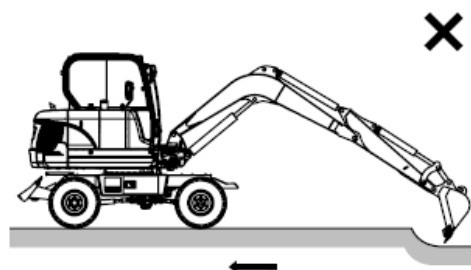

Figura 54
7. No utilice el desplazamiento de la máquina o la oscilación cuando la cuchara está en la tierra para proporcionar una mayor fuerza de rotura. Consulte Figura 54.